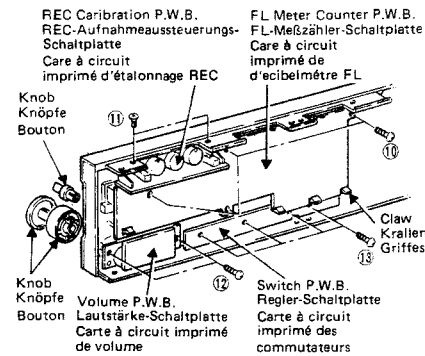

Fig. 4 Abb. 4
- FL Meter counter P.W.B. (Fig. 4)**
- REC caribration P.W.B. (Fig. 4)**
- Volume P.W.B. (Fig. 4)**
- Switch P.W.B. (Fig. 4)**
- FL-Meßzähler-Schaltplatte (Abb. 4)**
- REC-Aufnahmeaussteuerung-Schaltplatte (Abb. 4)**
- Lautstärke-Schaltplatte (Abb. 4)**
- Regler-Schaltplatte (Abb. 4)**
- (2) **Carte à circuit imprimé de décibel-mètre FL (Fig. 4)**
- (3) **Carte à circuit imprimé d'étalonnage REC (Fig. 4)**
- (4) **Carte à circuit imprimé de volume (Fig. 4)**
- (5) **Carte à circuit imprimé des commutateurs (Fig. 4)**